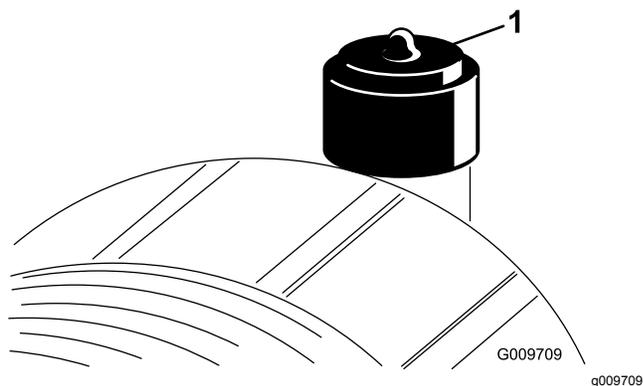

Figura 54
Faça a manutenção ao filtro de ar apenas quando o indicador de serviço (Figura 54) o exigir. Mudar o filtro de ar antes de ser necessário apenas aumenta a possibilidade de entrar sujeira no motor quando se retira o filtro.
9. Reinicie o indicador (Figura 54) se este se apresentar vermelho.